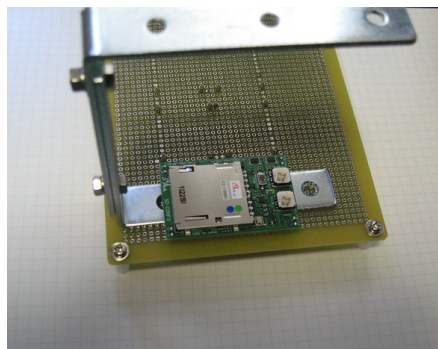

図 9.2.2 金具使用例
- ・ 付属のコの字型の金具を図 9.2.2 のようにモジュールの下に滑り込ませ、モジュール下の両端のブロック片に交互に力が加わるようテコによって持ち上げるように少しずつ抜き取って下さい。